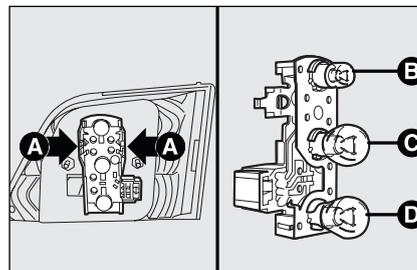

fig. 35
- premere verso l'interno le alette laterali **A**-fig. 35 di bloccaggio portalam-pade in modo da estrarlo dalla sua sede;